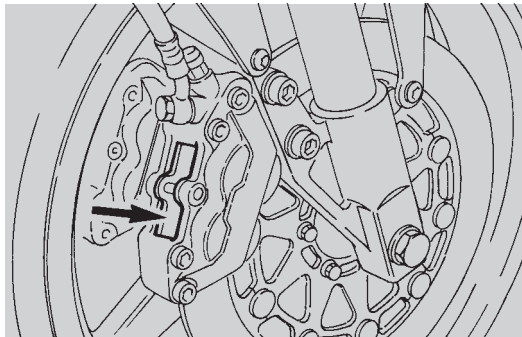

Fig. 47
VERIFICATION DE L'USURE DES PASTILLES (Fig. 47)
- regarder à travers l'ouverture de l'étrier du frein (Fig. 47);